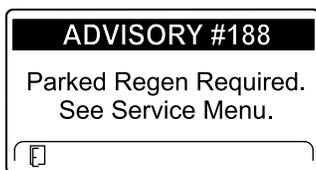

Рисунок 72
- Требуется стационарная регенерация ИНФОРМАЦИОННОЕ СООБЩЕНИЕ № 188 (Рисунок 72)